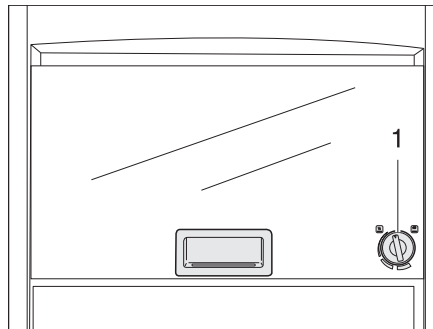

Bild 235 Gasbackofen (Dometic)
- Den Drehregler (Bild 235,1) leicht drücken und nach links auf eine beliebige Position drehen.
- Den Drehregler (Bild 235,1) auf "O" drehen. Die Flamme erlischt.